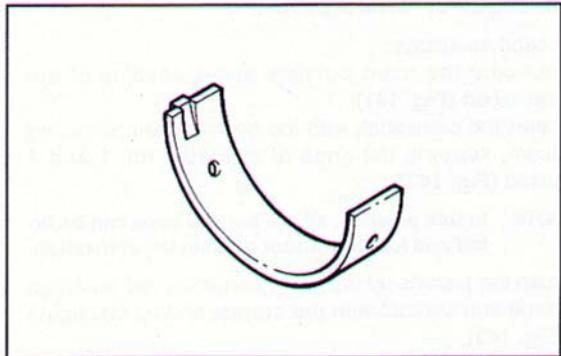

Fig. 139 ▲
**NOTA** Dal motore 2000 N° 200360 e dal motore 2800 N° 400828 sono state adottate delle bronzine di banco più larghe, dotate di due fori di lubrificazione (Fig. 139).
**NOTE** From 2000 engine no. 200360 and 2800 engine no. 400828, wider main bearings have been fitted with two lubrication holes (Fig. 139).